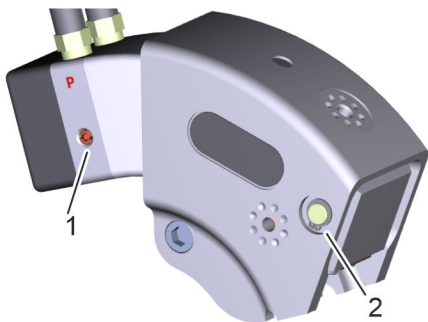

Fig. 14: dispositivi di sicurezza
- 12.** ► Assicurarsi che i due anelli di sicurezza (Fig. 14/2) siano montati correttamente. In caso di danni o posizione sbagliata, farvi scivolare sopra un nuovo anello di sicurezza con l'ausilio della pinza per anello di sicurezza (Fig. 13) e bloccarlo.
- 13.** ► Assicurarsi che dalla protezione da sovrappressione (Fig. 14/1) non esca olio. In caso di perdite rivolgersi al ☎ «Servizio di assistenza PLARAD®» a pag. 4.